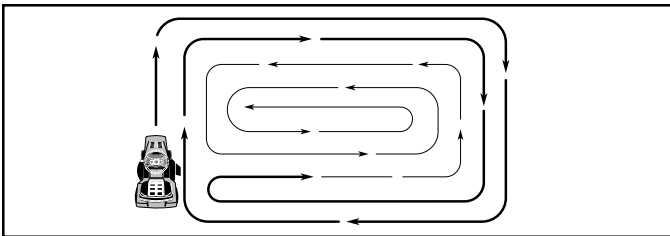

FIG. 11
- Pour tondre une grande surface, on vous conseille de commencer par tourner à droite, de façon à ce que l'herbe ne soit pas déversée sur les arbustes, les clôtures, les allées, etc. Après un ou deux tours, tondez en sens inverse en tournant à gauche jusqu'à ce que le travail soit achevé (Voyez la Fig. 11).